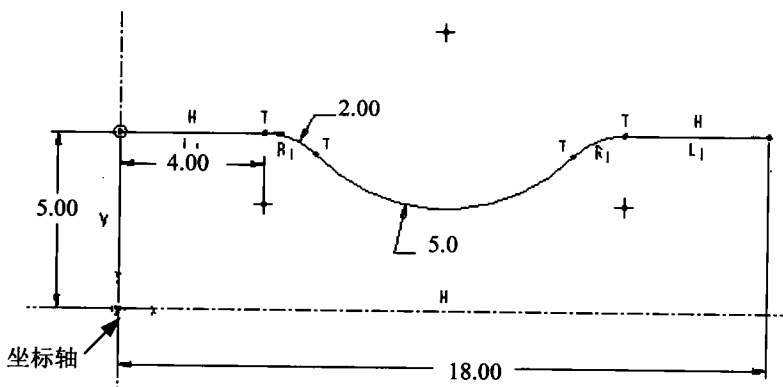

图 1-13
① 新建一个零件模块。
② 执行“插入”→“基准”→“图形”命令，命名为 Graph1。绘制坐标、x 轴创建线与 y 轴创建线，绘制如图 1-13 所示的函数图形。